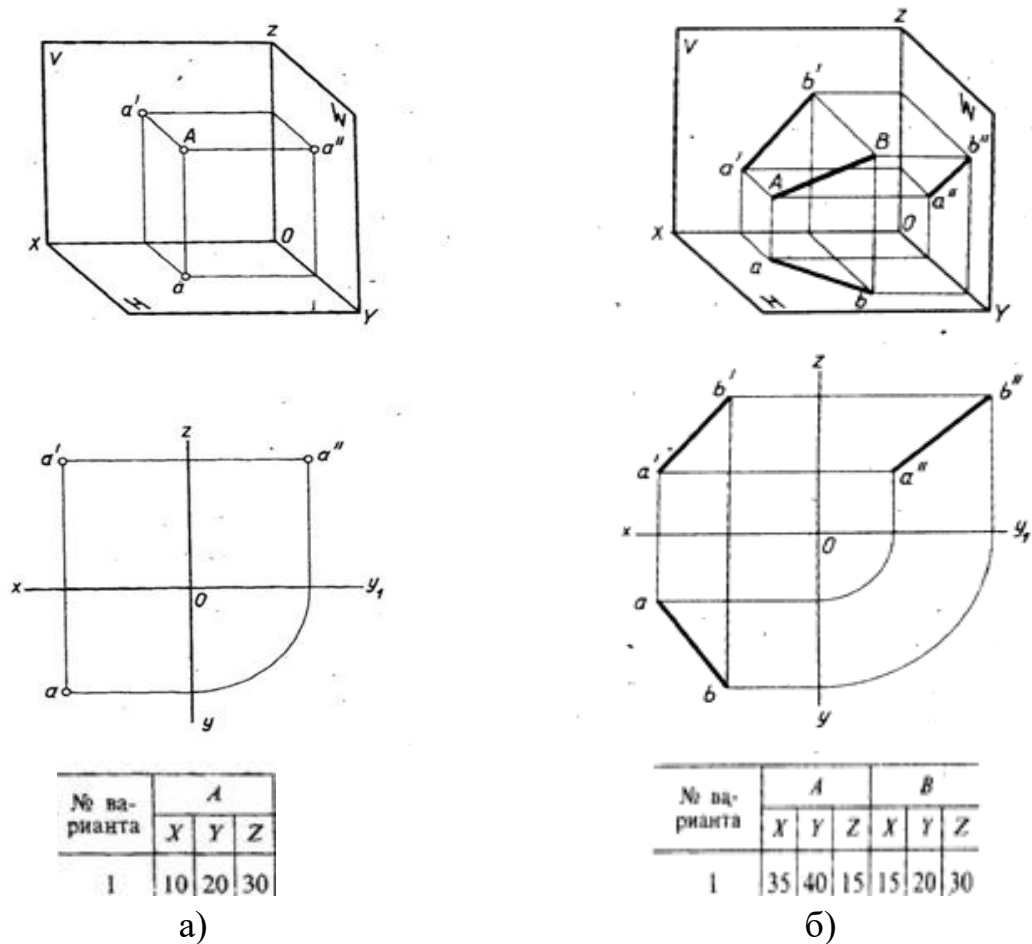

Рисунок 2
1. Выполнить по координатным данным наглядное изображение и эюры точки  $A$ , рисунок 2а.
2. Выполнить по координатным данным наглядное изображение и эюры отрезка  $AB$ , рисунок 2б.